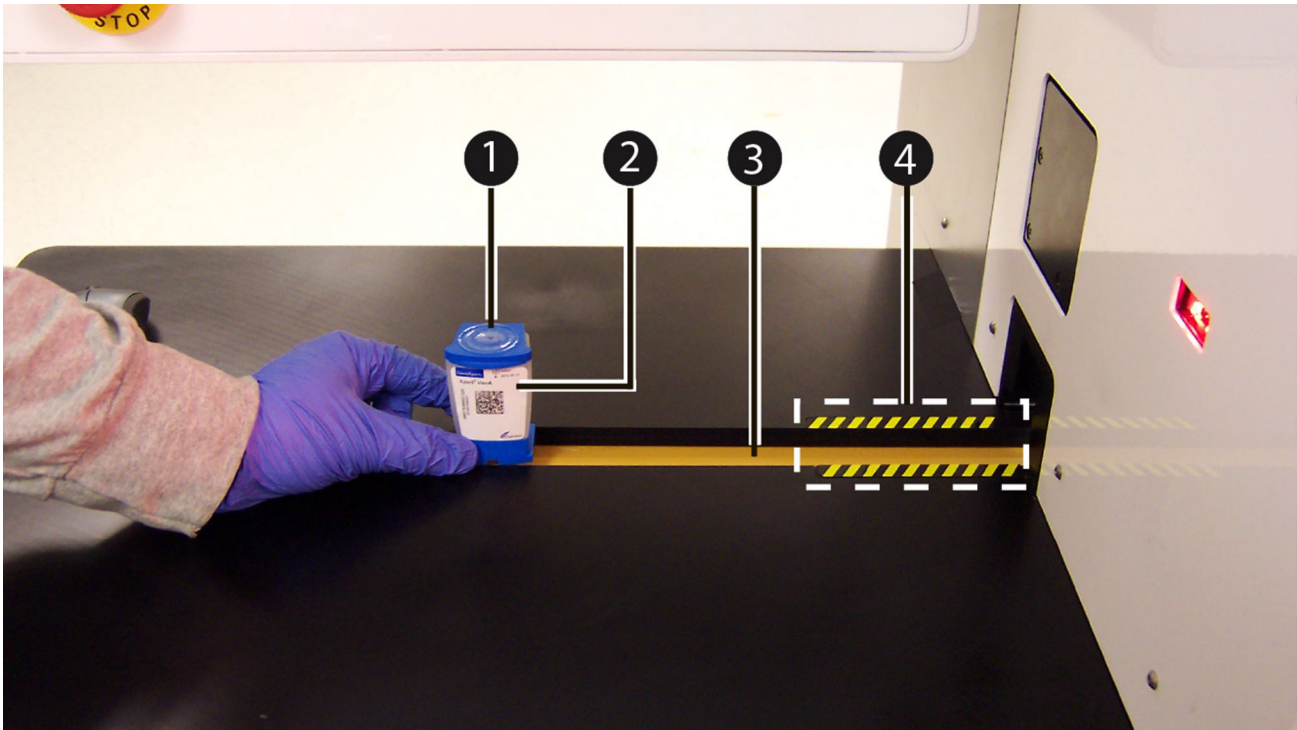

Figura 5-177. Colocar o cartucho no tapete rolante
4. Tal como indicado na Figura 5-177, carregue (ou coloque) o cartucho (item n.º 1) na zona de carregamento do tapete rolante (item n.º 3), fora das riscas amarelas e pretas (item n.º 4). Certifique-se de que coloca o cartucho no tapete rolante com a etiqueta (item n.º 2) virada para si.